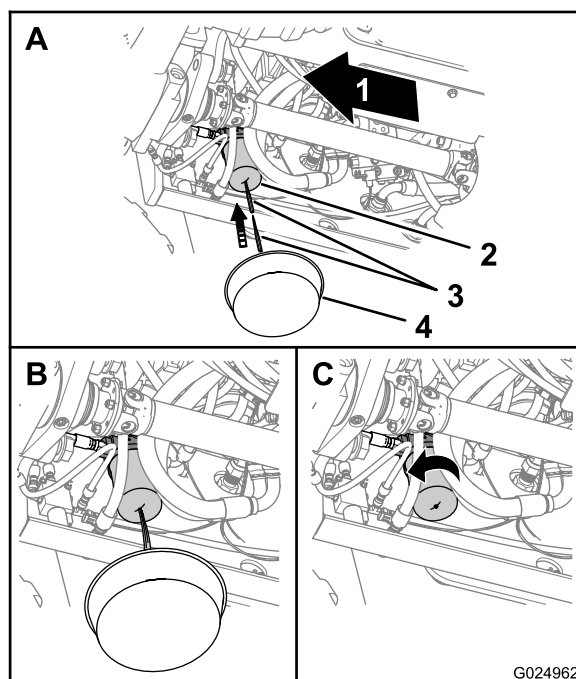

Figura 97
1. Coloque un recipiente de drenaje debajo del filtro de aceite de la transmisión (Figura 97).
2. Perfore la parte inferior del filtro de la transmisión, y deje que se drene el aceite hidráulico residual en el recipiente de vaciado (Figura 97).
3. Retire el filtro de la transmisión con una llave para filtros y deseche el filtro (Figura 97).
6. Instale el filtro nuevo con la mano y apriete el filtro 1/2 a 3/4 de vuelta más después de que entre en contacto con el cabezal del filtro (Figura 97).